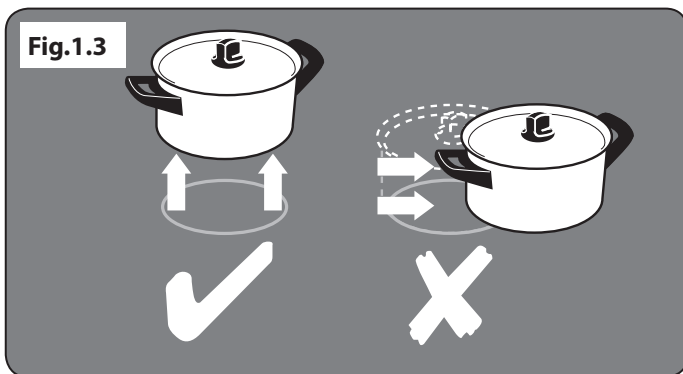

Fig.1.3
- **SOULEVEZ** toujours les récipients pour les retirer de la table de cuisson. Ne les faites pas glisser sur la surface, car vous risquez de la marquer et de la rayer (**Fig.1.3**).